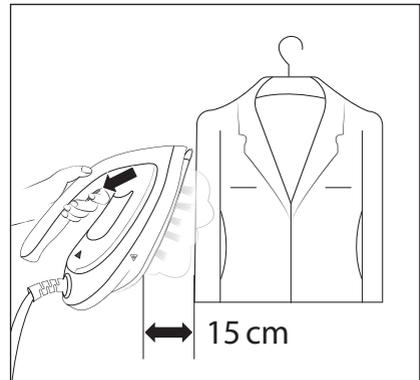

Abb. 6
- 3) Drücken Sie die Dampfstoßtaste **2** (siehe Abb. 6) und bedampfen Sie gleichmäßig die zu glättenden Stellen des Kleidungsstücks.